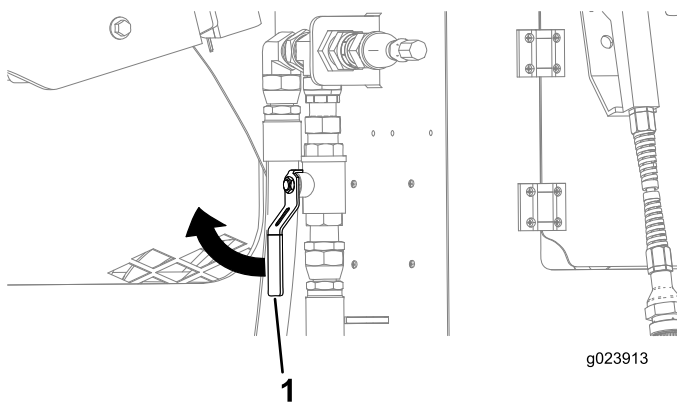

Figure 135
4. Vérifiez que le robinet près du compartiment arrière est en position FERMÉE (Figure 135).